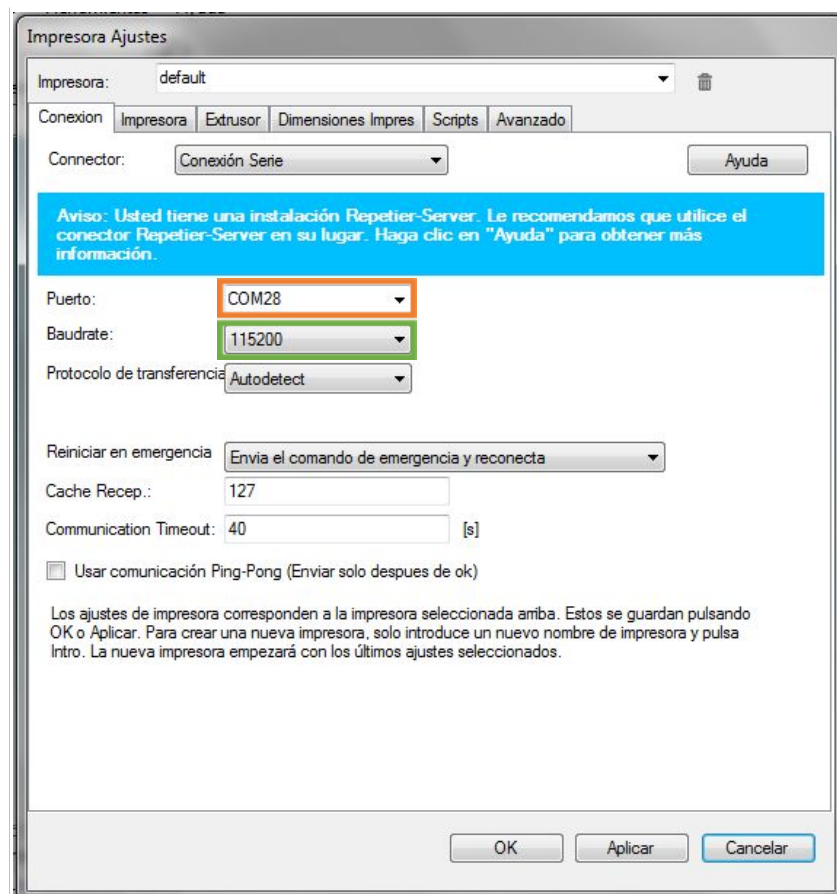

Figura 10. Pestaña Conexión.
Al hacer click en “**configurar impresora**” se abre una ventana con la pestaña “**Conexion**” inicialmente. Ver (Figura 10). En esta pestaña hay que configurar dos parámetros importantes.
los drivers además de conocer en qué puerto se ha conectado, es decir puerto COM asignado). Ver recuadro naranja Figura 10.
- Luego seleccione la tasa adecuada de comunicación o **Baudrate**, que debe ser de 115200. Ver recuadro verde Figura 10.